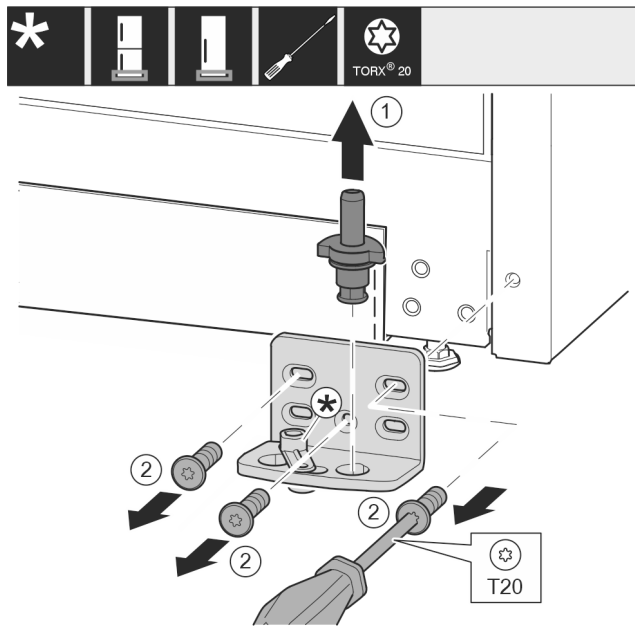

Fig. 39 *
- Lagerbout Fig. 39 (1) volledig naar boven toe wegtrekken.*
- Schroeven Fig. 39 (2) met schroevendraaier er uit draaien en het lagerbok wegnemen.*